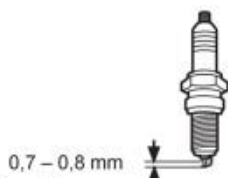

Fig. 79
6. Kontrollera tändstiftets avstånd. Det ska vara 0,7–0,8 mm (bild 79).